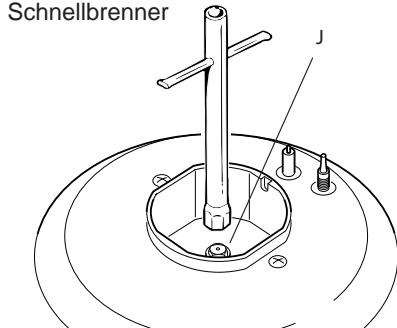

Abb. 10.7
- Mit einem Maulschlüssel die Düsen "J" (Abb. 10.7, 10.8) mit den für das verwendete Gas geeigneten Düsen auswechseln (siehe Tabelle zur Wahl der Düsen).